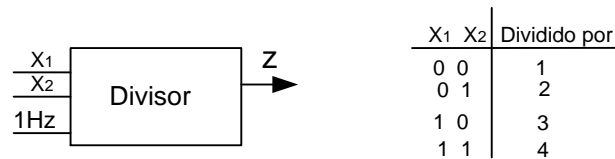

Figura 7 – Tabela de operações do divisor programável.
**7Q:** Usando FF's de sua preferência e portas, projete um **divisor de frequência** programável com ciclo de trabalho **simétrico** (50% alto e 50% baixo), descrito na figura 7.